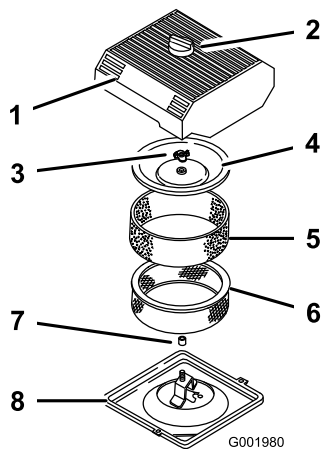

Figura 24
3. Limpie alrededor del limpiador de aire de forma que la suciedad no penetre en el motor y cause daños (Figura 24).
- Afloje el pomo de la tapa del limpiador de aire y retire la tapa (Figura 24).
- Deslice cuidadosamente el filtro de gomaespuma para separarlo del filtro de papel (Figura 24).
- Desenrosque la tuerca de la tapa y retire la tapa y el filtro de papel (Figura 24).
- Deslice cuidadosamente el filtro de gomaespuma sobre el filtro de papel (Figura 24).
- Coloque la tuerca de la tapa con la presión de los dedos solamente contra la tapa (Figura 24).
- Instale la tapa del limpiador de aire y el pomo (Figura 24).